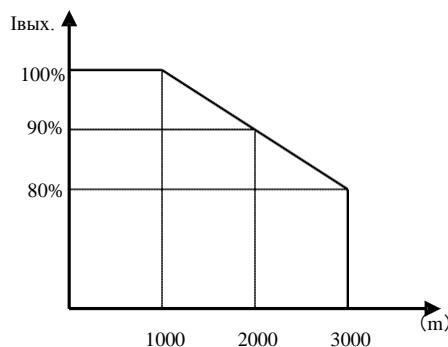

Рис. 1-1 Снижение номинального выходного напряжения привода в зависимости от высоты
- ◊ Необходимо рассмотреть возможность занижения номинальных данных при монтаже привода на большой высоте, например, более 1000 м. Это необходимо, так как охлаждающее действие привода ухудшается из-за разреженности воздуха, как показано на Рис. 1-1, где приведен пример зависимости между высотой и номинальной силой тока привода.
В качестве примера взят инвертор серии E2000 на 0,75кВт с однофазным входом, паспортная табличка с данными которого показана на Рис. 1-1.